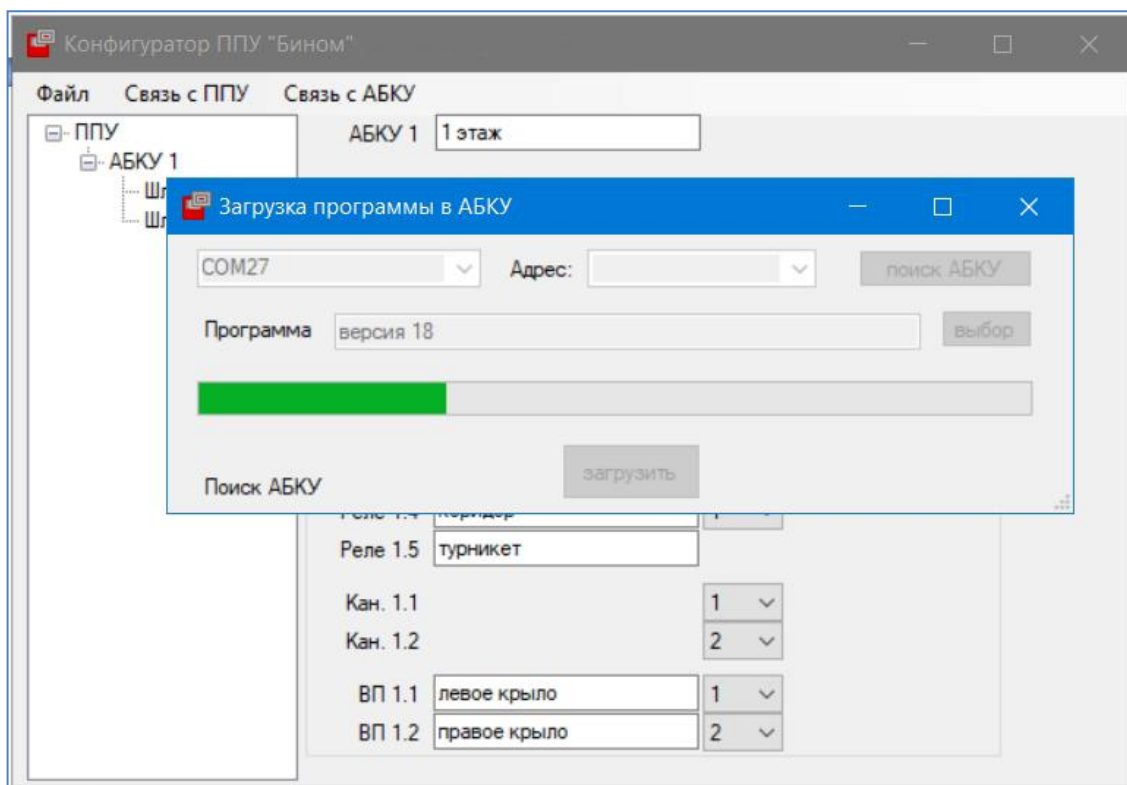
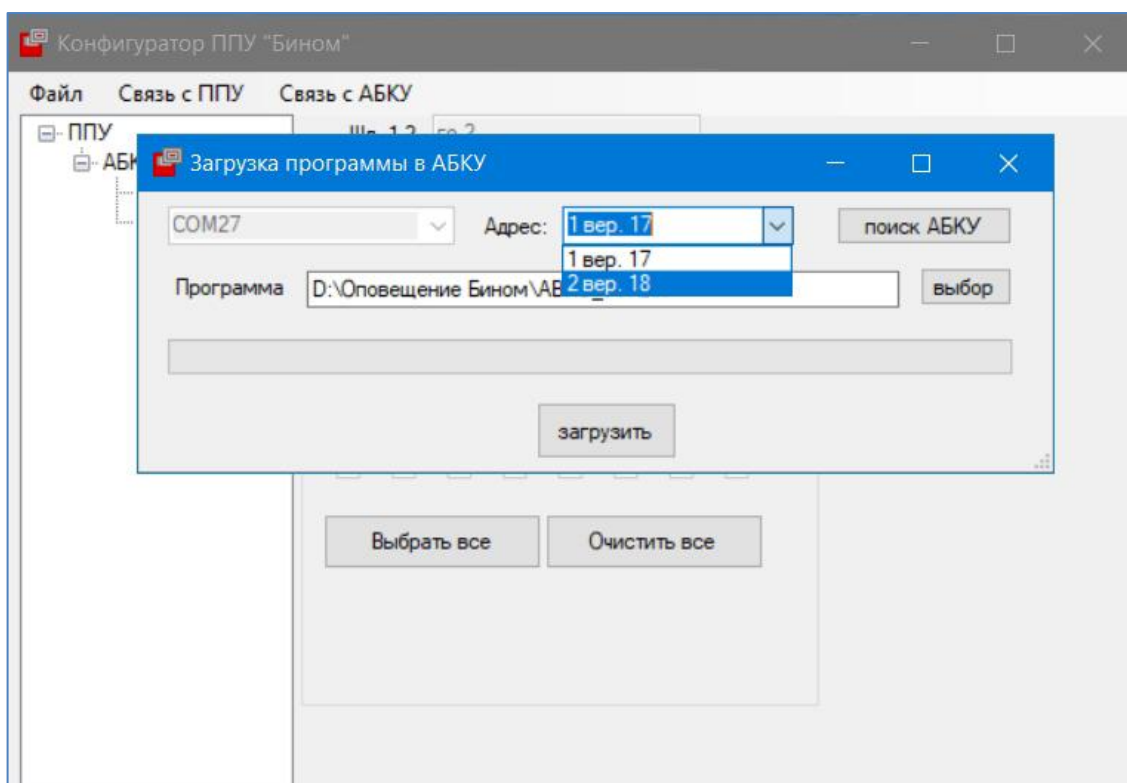

Рис. 38. Скриншот окна поиска подключенных АБКУ к ППУ
Рис. 39. Скриншот окна определения подключенных к ППУ АБКУ с версиями программного обеспечения
После выбора строки «Загрузка программы» откроется окно «Загрузка программы в АБКУ», где выбираем СОМ-порт адаптера АИУ(02) и программа автоматически начнет сканировать объектовую линию связи (ОЛС) (см. рисунок 38). После завершения сканирования все подключенные к ППУ модули АБКУ станут доступны для обновления программного обеспечения (см. рисунок 39).